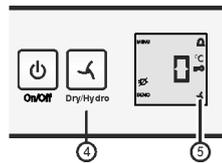

Fig. 3
- ▶ **hydro** einstellen: Taste dry/hydro Fig. 3 (4) drücken, bis das Symbol  angezeigt wird. Taste loslassen.
- ▶ Das Symbol dry/hydro Fig. 3 (5) leuchtet.
- ▶ **dry** einstellen: Taste dry/hydro Fig. 3 (4) drücken, bis das Symbol  erlischt. Taste loslassen.